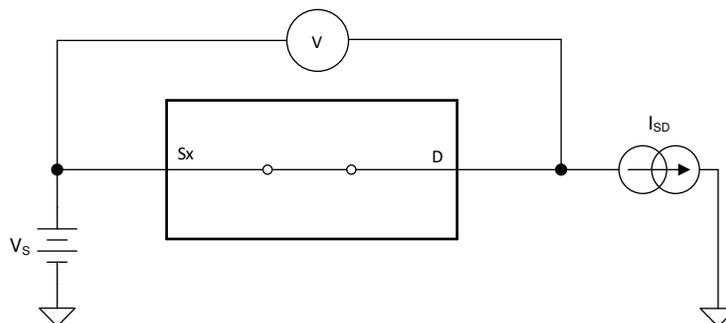

図 7-1. オン抵抗測定時の構成
デバイスのオン抵抗は、デバイスのソースピン (Sx) とドレインピン (D) の間の抵抗値 (Ω) です。オン抵抗は、入力電圧と電源電圧によって変化します。オン抵抗は、記号 R_{ON} を使用して示されます。 R_{ON} の測定時に使用する構成を以下に示します。この設定を使用して電圧 (V) と電流 (I_{SD}) を測定し、 R_{ON} は、図 7-1 に示すとおり $R_{ON} = V / I_{SD}$ で計算します。